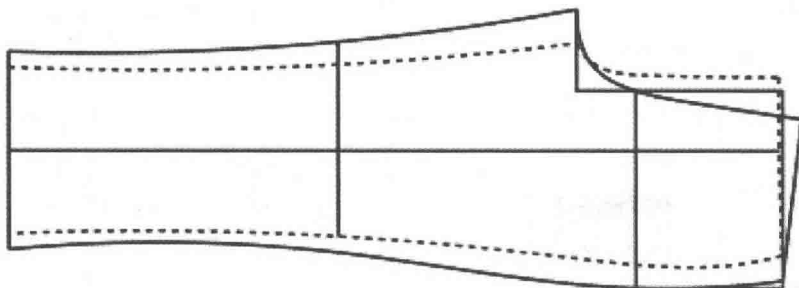

图 7-40 调顺后片侧缝线
(34) 选择  【智能笔】工具将后片侧缝线连接,并用  【调整】工具调顺后片侧缝线 (图 7-40)。